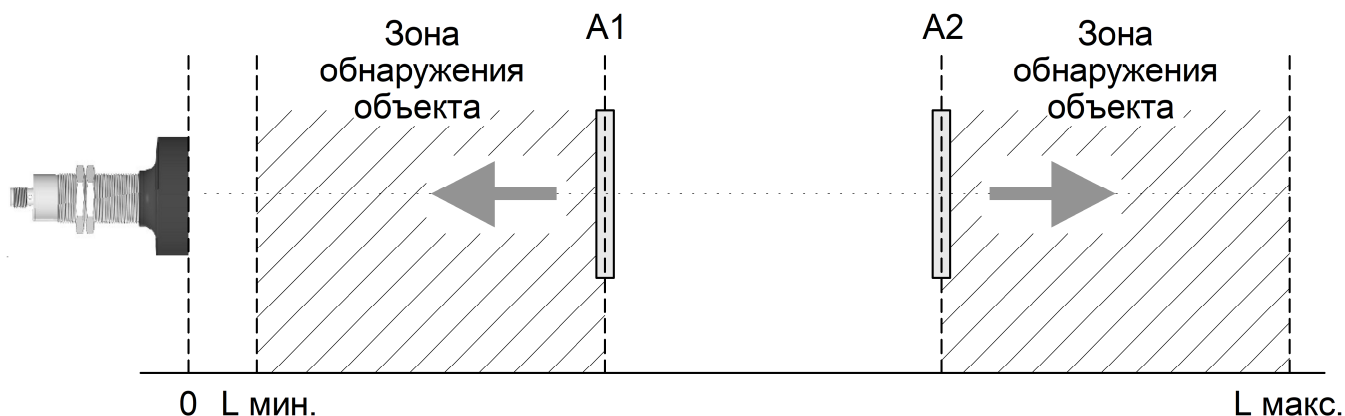

Рисунок 6 - Настройка режима «окна» Выход NC
предназначен для обнаружения объекта за пределами «окна» (точки A1 и A2, см. рисунок 6). «Окно» должно быть расположено внутри зоны чувствительности датчика.
- Установите мишень на расстояние A1 (см.рисунок 6).
- Установите мишень на расстояние A2 (см.рисунок 6).